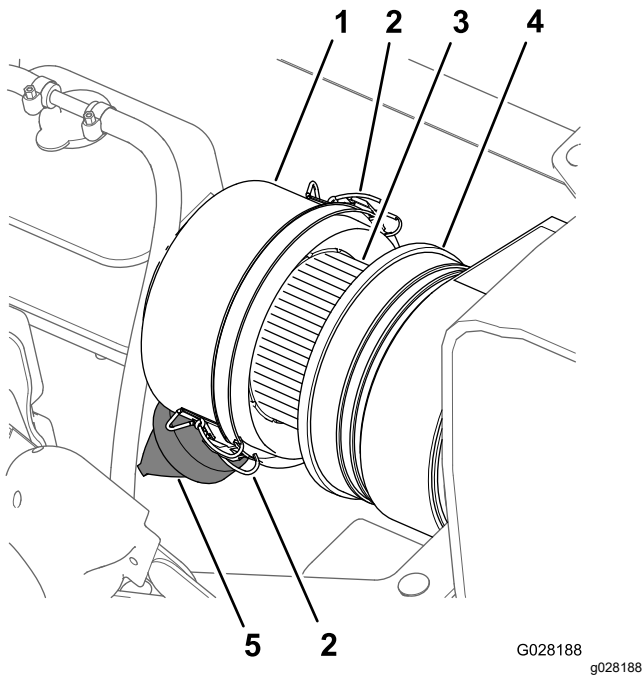
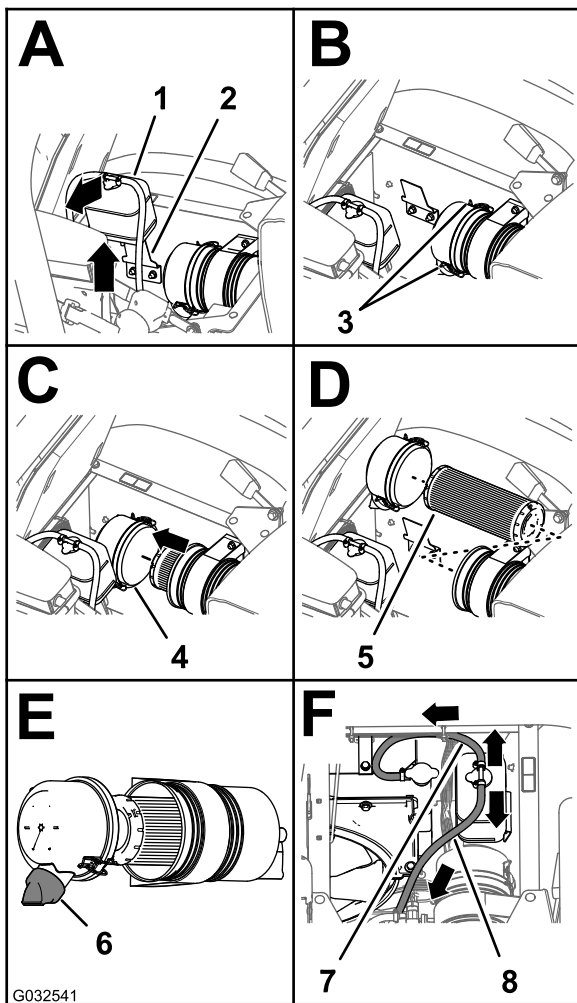

Figure 108
Figure 109
3. Limpie el tapón guardapolvo y el cuerpo del limpiador de aire (Figure 108).
4. Inspeccione la carcasa del limpiador de aire en busca de daños que pudieran causar una fuga de aire (Figure 108).
5. Apriete la válvula de polvo para limpiarla de suciedad, polvo y residuos (Figure 108).
7. Compruebe si el elemento del filtro de aire tiene una acumulación excesiva de suciedad, polvo y residuos (Figure 108).
8. Instale el tapón guardapolvo en el cuerpo del limpiador de aire, y sujete el tapón con los 2 enganches (Figure 108).
2. Limpie el tapón guardapolvo y el cuerpo del limpiador de aire (Figure 108).
3. Levante el depósito de expansión del refrigerante y retírelo del soporte del depósito (Figure 109).
4. Abra los dos enganches que sujetan el tapón guardapolvo a la carcasa del limpiador de aire (Figure 109).
6. Limpie el interior del tapón guardapolvo, la carcasa del limpiador de aire y la válvula de polvo con un trapo húmedo (Figure 108 y Figure 109).
7. Instale el elemento del filtro de aire en la carcasa del limpiador de aire (Figure 109).
8. Instale la tapa sobre el cuerpo del limpiador de aire y sujétela con los 2 enganches (Figure 109).
**Remarque:** Asegúrese de que la válvula de polvo está alineada a una posición entre las 5 y las 7, vista desde el extremo (Figure 109).
9. Alinee el depósito de expansión del refrigerante con el soporte del depósito y coloque el depósito firmemente (Figure 109).
**Important:** Asegúrese de que la manguera de alivio de presión está enrutada hacia delante y hacia abajo, y que la manguera de ventilación está enrutada hacia atrás, según se muestra en Figure 109.